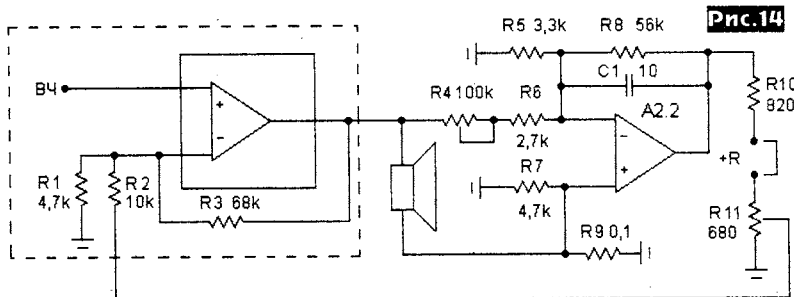
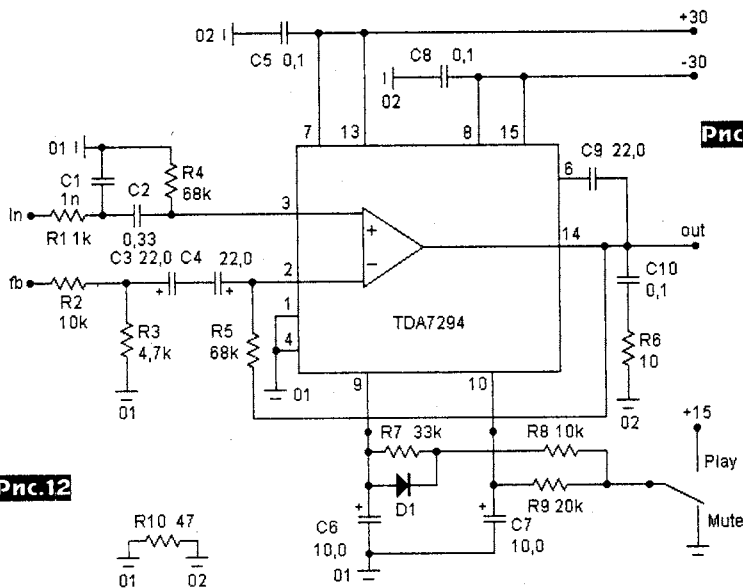
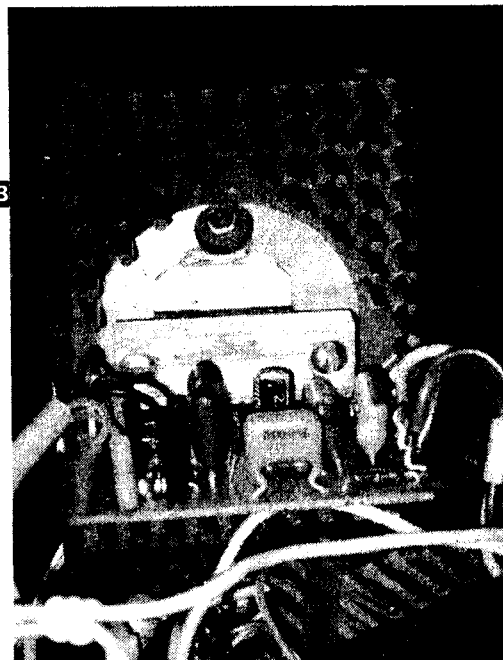

Рис.14
Рис.12
Рис.13
4) Войти в меню «Пуск-Настройка-Панель управления-Система-Оборудование-Диспетчер устройств» и убедиться в наличие нового виртуального COM-порта. Установить скорость его работы 19200 бит/с. Порядковый номер порта операционная система выбирает сама, например, COM6 (рис. 12). Если отстыковать и пристыковать заново кабель к USB-разъему, то COM-порт вначале исчезнет, а затем автоматически появится. Конвертер готов к работе.
«doc2486.pdf» (<http://www.atmel.com/>) на стр.139. Число, заносимое в константу BAUD, рассчитывается в программе «AVRCalc by Jack Tidwell» (рис. 13, http://www.avrfreaks.net/index.php?func=viewItem&item_id=292&module=Freaks%20Tools, 21 КБ).
Исследуя листинг 2, можно проследить весь протокол общения с компьютером. Маркером запроса данных служит символ «?». Когда компьютер его посылает в МК(1) через виртуальный COM-порт, то в ответ получает пакет данных, содержащих информацию о громкости, усилении, тембре и балансе. Пакет обрамляется символами перевода строки и возврата каретки (числа 13, 10 в массиве out[]), поэтому смотрит он на экране монитора вполне разумно (рис. 14). В данном случае использовалась терминальная программа «Terminal v1.9b by Bray» <http://eldigi.ru/site/programmms/?download=terminal.rar> (321 КБ), настроенная на скорость 19200 бит/с и режим 8-N-1 (8 бит данных, один стоп-бит, без контроля четности). Другие бесплатные программы, например, «TeraTerm v.2.3» <http://hp.vector.co.jp/authors/VA002416/teraterm.html> (921 КБ), годятся лишь при номере COM-порта 1...4 (больше нельзя выставить).
Описываемый усилитель можно с успехом применить в трехполосной активной АС. Не исключен вариант на TDA7294. Пример такого усилителя для применения в СЧ и ВЧ полосах приведен на **рис.12**, а его фото - на **рис.13**. Еще один вариант формирователя положительного выходного сопротивления приведен на **рис.14**. В пунктирной области усилитель показан в упрощенном виде. Схема формирователя несколько отличается от приведенной выше и имеет несколько лучшие параметры по сравнению с предыдущей.